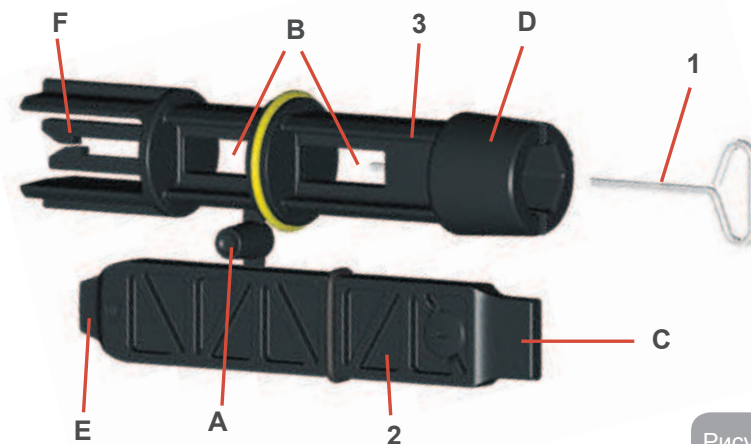

Рисунок 22
- 1 - металлический ключ с шестигранным сечением (Рис.22 – 1);
- 2 - пластиковый плоский ключ (Рис.22 – 2);
- 3 - пластиковый цилиндрический ключ (Рис.22 – 3);
Ключ "1" вставляется в конец "D" ключа "3". При первом использовании нужно разделить 2 пластиковых ключа "2" и "3", которые поставляются соединенными перемычкой (Рис.22 – А):